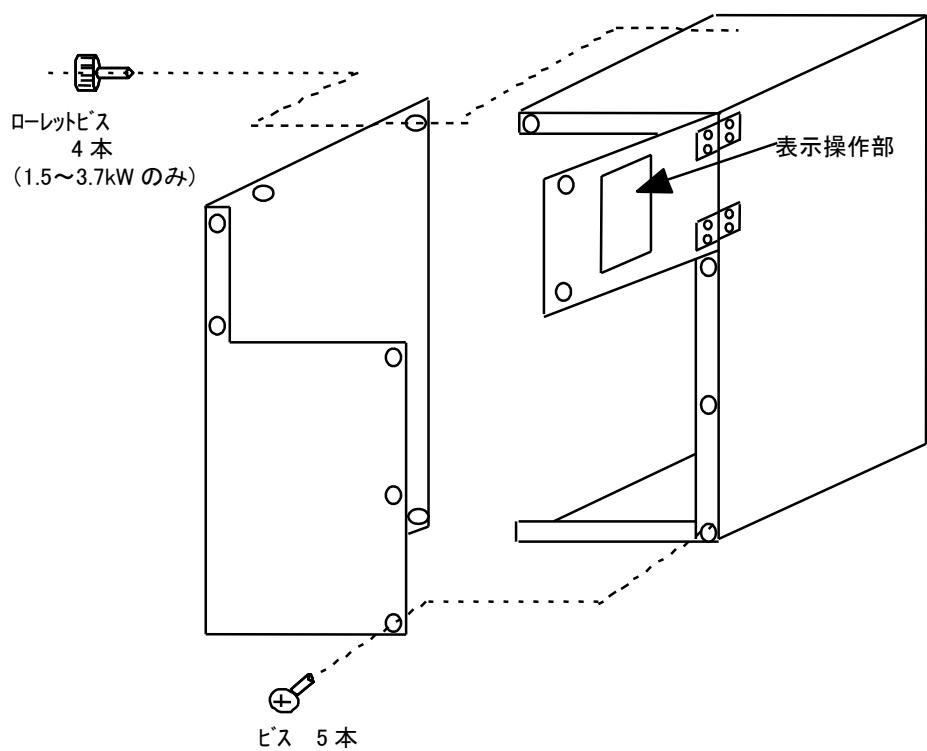

図 7
- (2) 制御盤カバー前面のビス及び側面のローレットビスを外して、制御盤カバーを取り外してください（図7）。